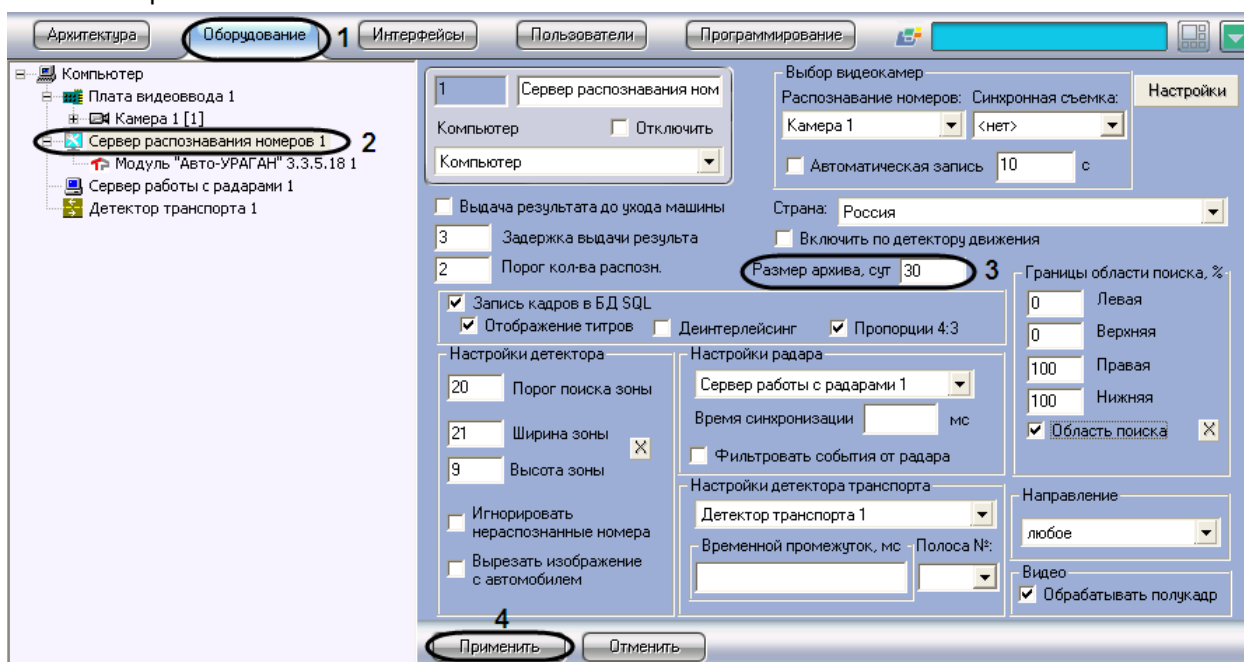

Рис. 7.2—18. Настройка глубины хранения записей в базе данных
2. В дереве объектов на вкладке «Оборудование» выбрать объект «Сервер распознавания номеров», соответствующий активированному программному модулю (см. раздел «Активация программного модуля, используемого для распознавания номеров», Рис. 7.2—18, 2). В правой части вкладки «Оборудование» отобразится панель настройки выбранного объекта
3. В поле «Размер архива, сут» указать глубину хранения записей в базе данных (см. Рис. 7.2—18, 3). Параметр «Размер архива, сут» измеряется в днях.
4. Нажать кнопку «Применить» (см. Рис. 7.2—18, 4).